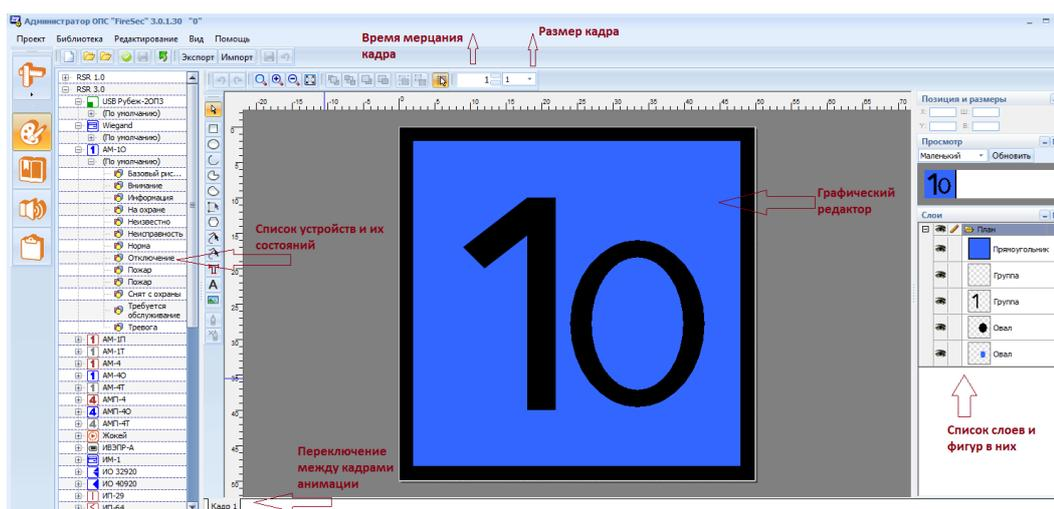
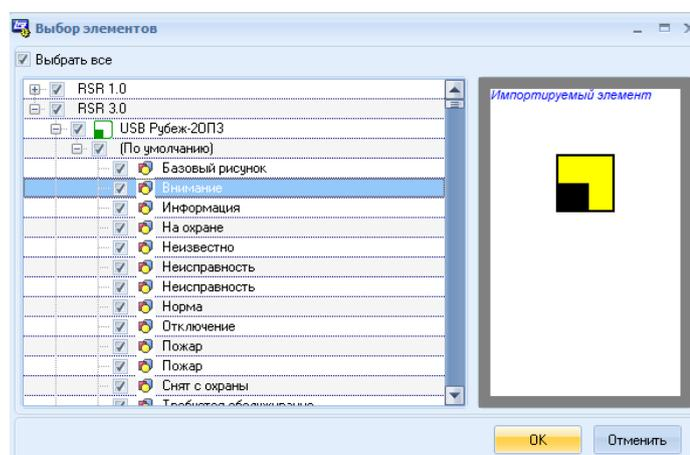

Рисунок 14.2 Окно вкладки Библиотека
Рисунок 14.11 Окно выбор элемента для экспорта
Окно вкладки состоит из следующих элементов (Рисунок 14.2):
- 5) Указать время мерцания кадра (См. панель меню, Рисунок 14.2).
Экспортировать библиотеку в файл можно, нажав на кнопку **Экспорт** в главном меню (Рисунок 14.2). При этом откроется окно выбора элементов для экспорта (Рисунок 14.11):